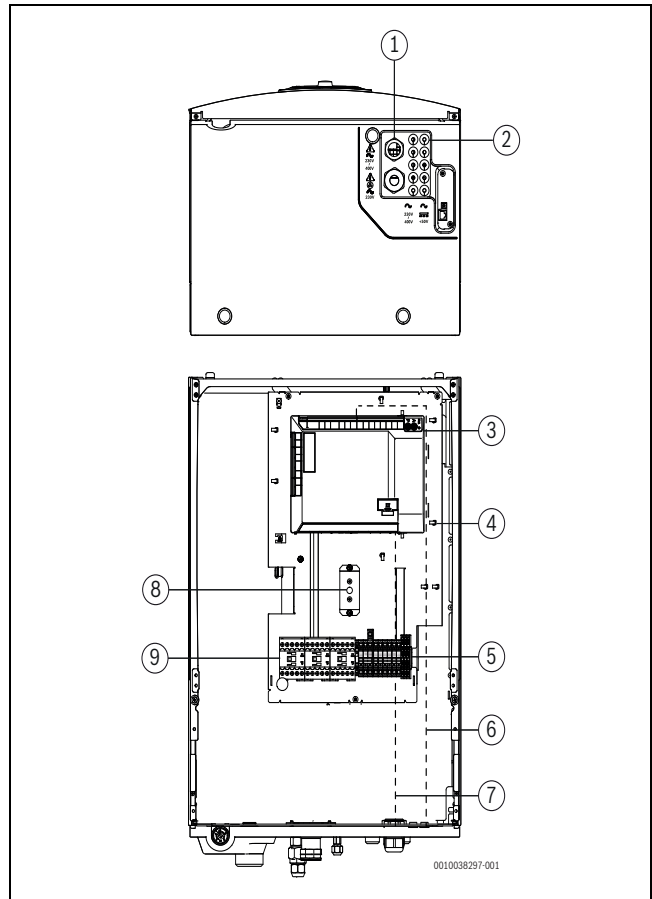

Bild 10 Kabeldurchführungen (Ansicht von unten und vorn)
- ▶ Führen Sie die CAN-BUS-Fühler und anderen Signalleitungen durch die entsprechenden Kabelzuführungen, gekennzeichnet mit <50 V. Führen Sie die Kabel bis zur Vorderseite des Geräts durch und schließen Sie sie an, siehe Abb. 10.